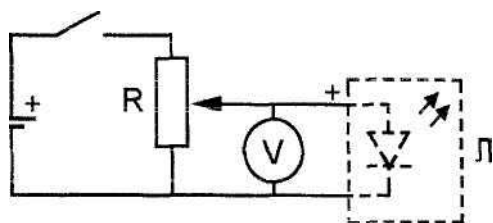

Рис. 1
1. Электрическая схема экспериментальной установки представлена на рис. 1. Все элементы этой цепи за исключением вольтметра смонтированы на платформе. Напряжение на полупроводниковом лазере регулируется с помощью переменного резистора. Для измерения напряжения используется мультиметр, который подключается к имеющимся на платформе клеммам.